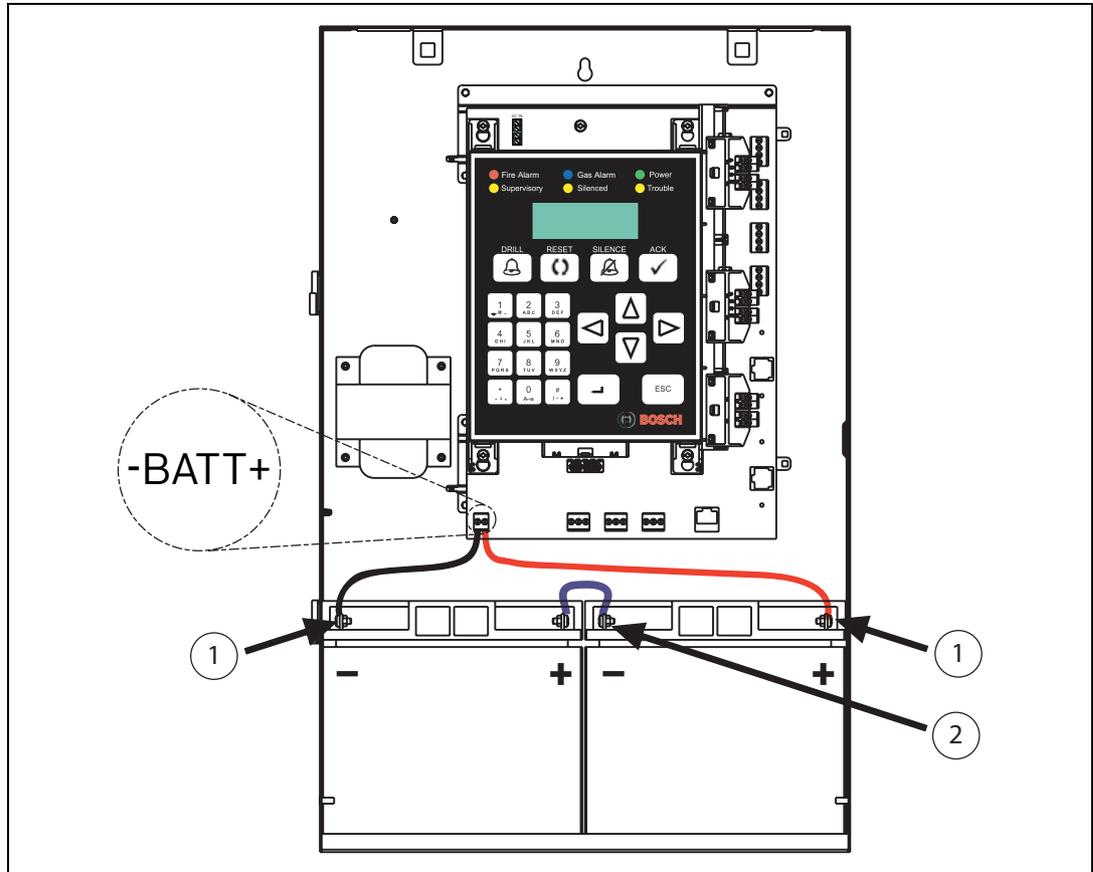

Figura 4.31 Conexión de las Baterías de Respaldo
1. Respete la polaridad del cableado y conecte los cables de la batería a los terminales de batería de la placa principal (Figura 4.31). Utilice únicamente baterías de la misma capacidad (Ah). Conecte las baterías en serie.